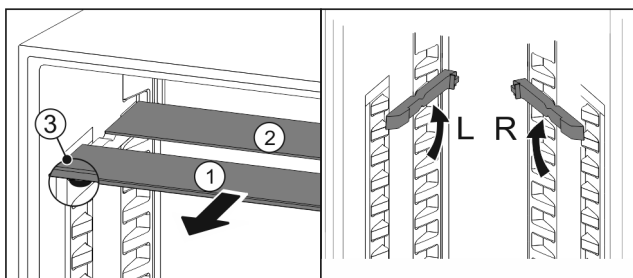

Fig. 18
- ▶ Skleněné desky jednotlivě vytáhněte dopředu Fig. 18 (1).
- ▷ Skleněná deska Fig. 18 (1) s ozdobnou lištou leží vpředu.
- ▷ Zarážky Fig. 18 (3) směřují dolů.